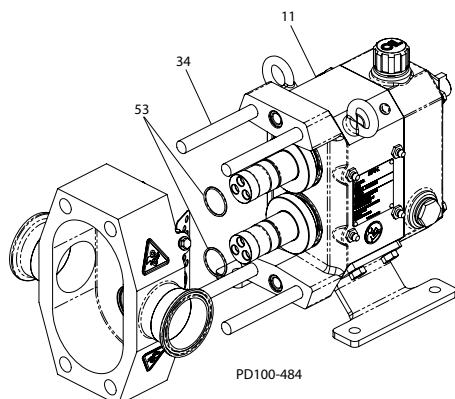

Figura 33 - Îndepărtarea corpului pompei
1. Cu ajutorul unui ciocan, îndoțiți corpul înainte până când pivoții sunt desprinși de carcasa cutiei de viteze (Figura 33, articol 11).